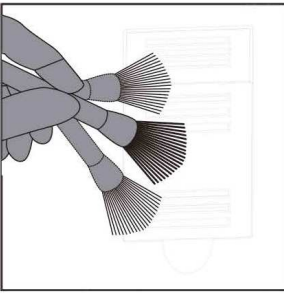

Abb. 8
1. Die Gehäuse des Gerätes (8) und die Gehäuseabdeckung (1) wischen Sie mit einem trockenen, weichen, sauberen und leicht angefeuchteten Tuch ab und anschließend trocknen Sie diese mit einem trockenen Tuch. Bei sehr starken Verschmutzungen können Sie milde Reinigungsmittel benutzen. Einen großen Wert legen Sie besonders auf die Sauberkeit der Stellen, wo die Filter eingebaut sind und wo die Luft zirkuliert.
2. Den Vorfilter (2) saugen Sie vorsichtig ab und dann reinigen Sie ihn im lauwarmen Wasser. Nach der Reinigung lassen Sie ihn genau trocknen. Wenn Sie mechanische Beschädigungen feststellen, setzen Sie einen neuen Filter ein.
3. Den HEPA - Filter (3) und den Aktivkohlefilter (4) können Sie mit einer weichen Bürste reinigen. Die Tätigkeit führen Sie sehr vorsichtig durch, um die Filter nicht zu beschädigen. Tauchen Sie die Filter nie im Wasser, reinigen Sie sie nur trocken. Der Luftreiniger ist mit einer Filterwechselanzeige ausgestattet. Nehmen Sie den Filterwechsel vor, wenn die LED für den Einschalter des Luftreinigers (6m) blinkt. Nach dem Filteraustausch setzen Sie die Filterwechselanzeige zurück, indem Sie die Taste "Reset" (6e) drücken und mindestens 5 Sekunden lang gedrückt halten. Tauschen Sie die Filter alle 12 Monate, sogar wenn die Filterwechselanzeige keinen Filteraustausch signalisiert.
4. Fotokatalyse-Filter (5) tauschen Sie alle 3 Jahre. Setzen Sie den Filter vorübergehend der UV-Strahlung (min. 2 Stunden) aus. Das lässt seine Effektivität voll zu behalten.
- Die Klappe des Luftqualitätssensors (12) reinigen Sie mit einem weichen Pinsel (Abb.8)